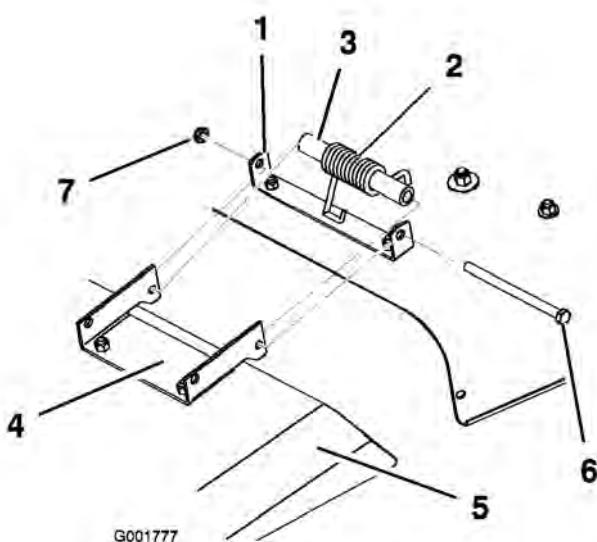

Figure 50
1. Retirez le contre-écrou, le boulon, l'entretoise et le ressort qui fixent le déflecteur aux supports du plateau de coupe (Figure 50). Enlevez le déflecteur s'il est endommagé ou usé.
2. Placez le déflecteur d'herbe en face des trous des supports et des extrémités droites des ressorts et des entretoises dans l'espace entre les supports et au-dessus du déflecteur (Figure 50).
3. Placez le ressort et l'entretoise de sorte que les extrémités crochues du ressort soient dirigées vers le bas, une extrémité en contact avec le plateau de coupe et l'autre sur le déflecteur (Figure 50).